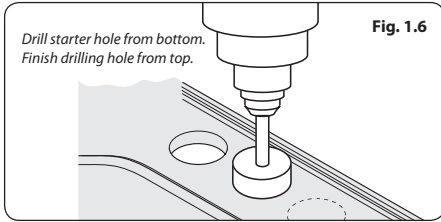

Fig. 1.6
5. Con una sierra de copa, perforo el orificio del grifo hasta la parte inferior del fregadero Fig. 1.6. Termine de perforar el orificio desde la superficie superior del fregadero para asegurarse de que es un agujero limpio.
2. Using a hole saw, drill out the tap hole part way from the underside of the sink Fig. 1.6. Finish drilling the hole from the upper surface of the sink to ensure a clean hole.
2. Utilizando uma serra copo, perfure o orifício da torneira a meio da parte inferior do lava-louça Fig. 1.6. Acabe de perfurar o orifício a partir da superfície superior do lava-louça para garantir um orifício limpo.